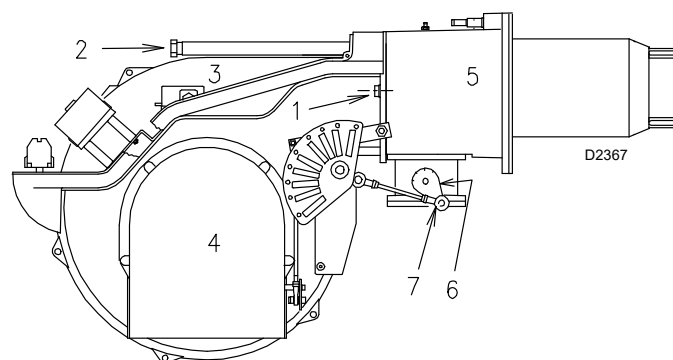

Fig. 18
- inserire il cavo della sonda ed il cavo dell'elettrodo e quindi far scorrere il bruciatore fino al manicotto, bruciatore nella posizione illustrata dalla Fig. 18;